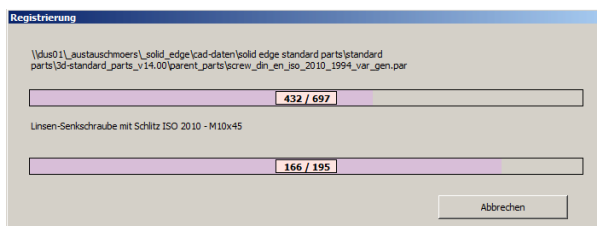

Abbildung 21
- 5.5. Nun beginnt die Registrierung der Normteile in der Datenbank. (Abb. 21) Dieser Vorgang kann bis zu mehreren Stunden dauern und sollte ohne Unterbrechung durchgeführt werden, da bei einem Neustart der Funktion wieder alle Teile neu eingelesen werden. Wenn der Vorgang beendet ist, sind alle Normteile registriert und die Standard Parts sind einsatzfähig.